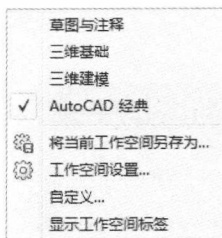
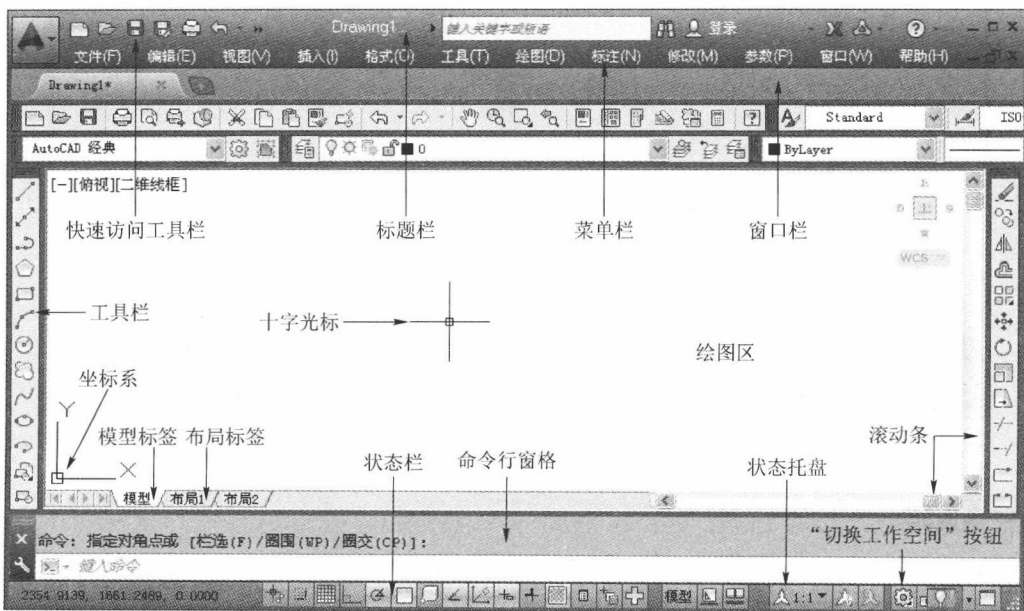

图 1-2 “工作空间”选择菜单
图 1-3 AutoCAD 2014 经典界面
(1) 单击界面右下角的“切换工作空间”按钮，打开“工作空间”选择菜单，从中选择“AutoCAD 经典”命令，如图 1-2 所示，系统转换到 AutoCAD 经典界面，如图 1-3 所示。
(2) 该界面是 AutoCAD 显示、编辑图形的区域，一个完整的 AutoCAD 操作界面包括标题栏、菜单栏、工具栏、绘图区、十字光标、坐标系、命令窗格、状态栏、模型标签与布局标签、滚动条、快速访问工具栏和状态托盘等。